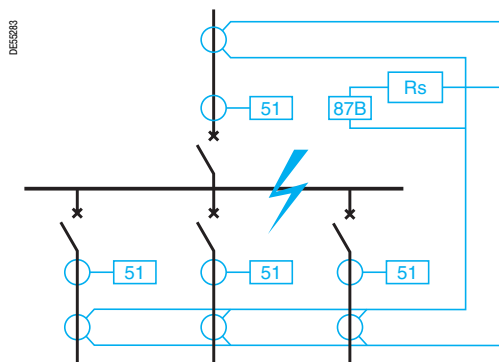

Рис. 3. Дифференциальная защита
■ При помощи дифференциальной защиты по высокому полному сопротивлению (рис. 3) определяется разница на уровне монтажа, когда в дифференциальную схему устанавливается стабилизирующее сопротивление; параметрирование трансформаторов тока осуществляется с учетом насыщения по нормам, разработанным изготовителем для реле защиты; уставка составляет порядка 0,5 In трансформатора тока; необходимо использовать трансформаторы одинакового номинального тока.